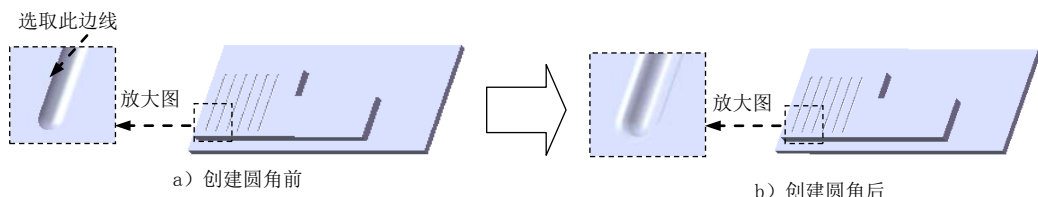

图 17.7.13 创建圆角 1
Step7. 创建图 17.7.13 所示的圆角特征 1。选择下拉菜单 **插入(I)** → **特征(F)** → **圆角(R)...** 命令；选取图 17.7.13a 所示的边线为要圆角的对象，输入半径值 1.5。